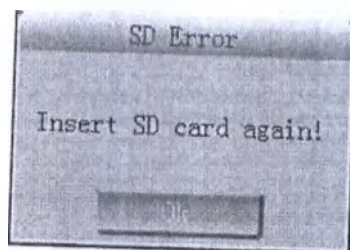

Рис. 13-11-3.
(3) Если система входит в «Управление архивом» и появляется сообщение, показанное на рис. 13-11-3, вставьте SD-карту снова.